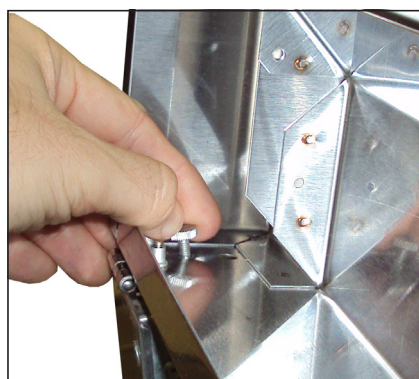

Fig. 2. Tenere aperto il parapioggia con i serrapollici.
3. Togliere le viti serrapollici. Quindi, sollevare il parapioggia e inserire le viti serrapollici nelle postazioni originali. Si veda la Fig. 2.